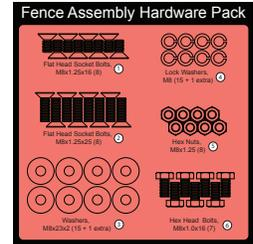

Fig. 1
1. Avant de commencer à installer l'ensemble de clôture premium, localisez le rail avant, le rail arrière et l'ensemble matériel de montage de clôture (voir fig. 1). Tout le matériel nécessaire à l'installation du système de clôture est situé sur l'ensemble matériel de clôture. Afin d'identifier facilement le matériel utilisé dans chacune des étapes suivantes, les différents éléments de matériel sont numérotés sur l'ensemble matériel et sur les figures. Si vous manquez l'ensemble matériel de l'ensemble de clôture ou l'un des composants du système de clôture indiqué à la page 1, appelez le service de maintenance SawStop au 503-582-9934.